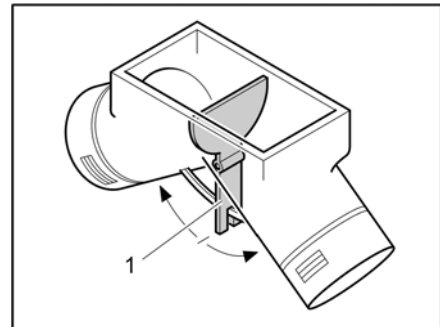

Bild 115 Cirkulationsfläkt, spjäll i mittläge
I mittläget fördelas varmluften jämnt mellan de två varmluftsöppningarna. Manöverspaken (Bild 115,1) för spjället finns under golvluckan i klädsåpet.
- Skjut manöverspaken (Bild 115,1) i pilens riktning tills önskad position nås.